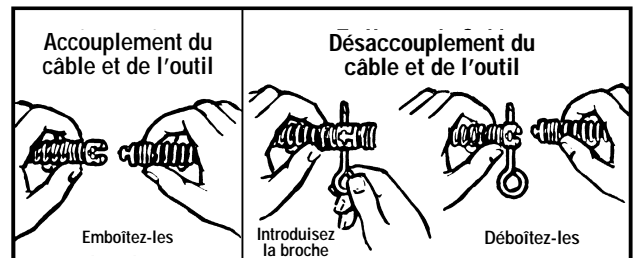

Figure 8 – Accouplement et désaccouplement des tringles et outils
15. Accouplez la tringle au système d'entraînement des tringles à l'aide des sections de tringle RIDGID/Kollmann et du raccord rapide K-10 (Figure 8).